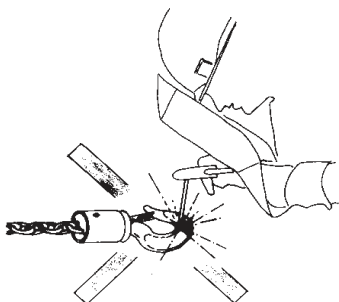
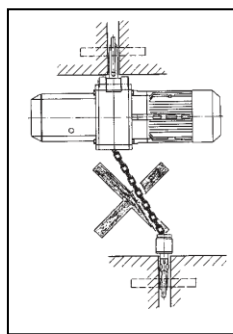

Fig 4
Fig. 5
- Det er forbudt å sveise på krok og lastekjetting. Lastekjettingen må aldri brukes som jordforbindelse under sveising (fig. 4). Unngå sideveis trekking, dvs. Sidebelastning på enten kabinett eller bunnblokk (fig. 5).